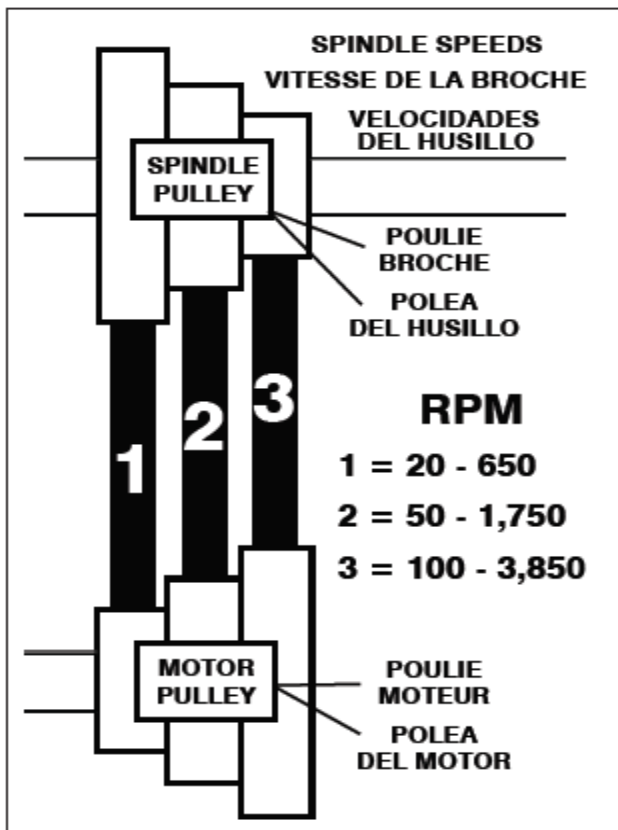
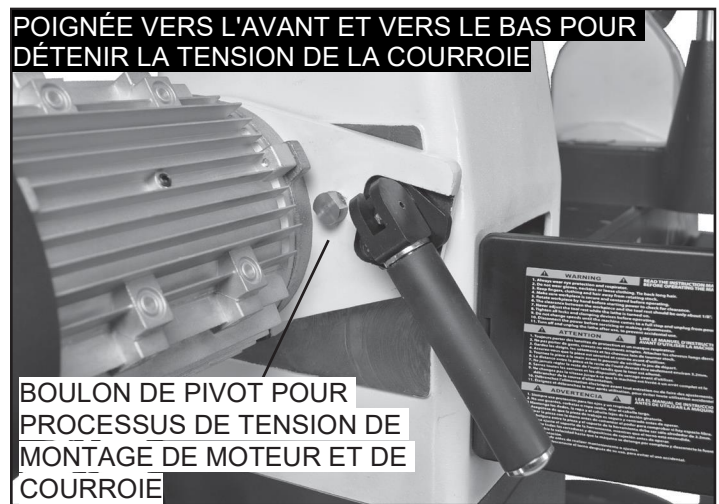

FIG. 32
Fig. 31
Pour changer entre les 3 plages de vitesse, la figure 32, la position de la courroie d'entraînement sur le moteur et les poulies fuselées doit être modifiée. Pour ce faire:
4. Poussez la poignée de tension vers le bas pour relâcher la tension sur la courroie en poly-V (# B56). Fig. 31. La courroie peut maintenant être positionnée sur les poulies pour la plage de vitesse souhaitée. fig. 32 montre les positions de la courroie pour les trois plages de vitesse.